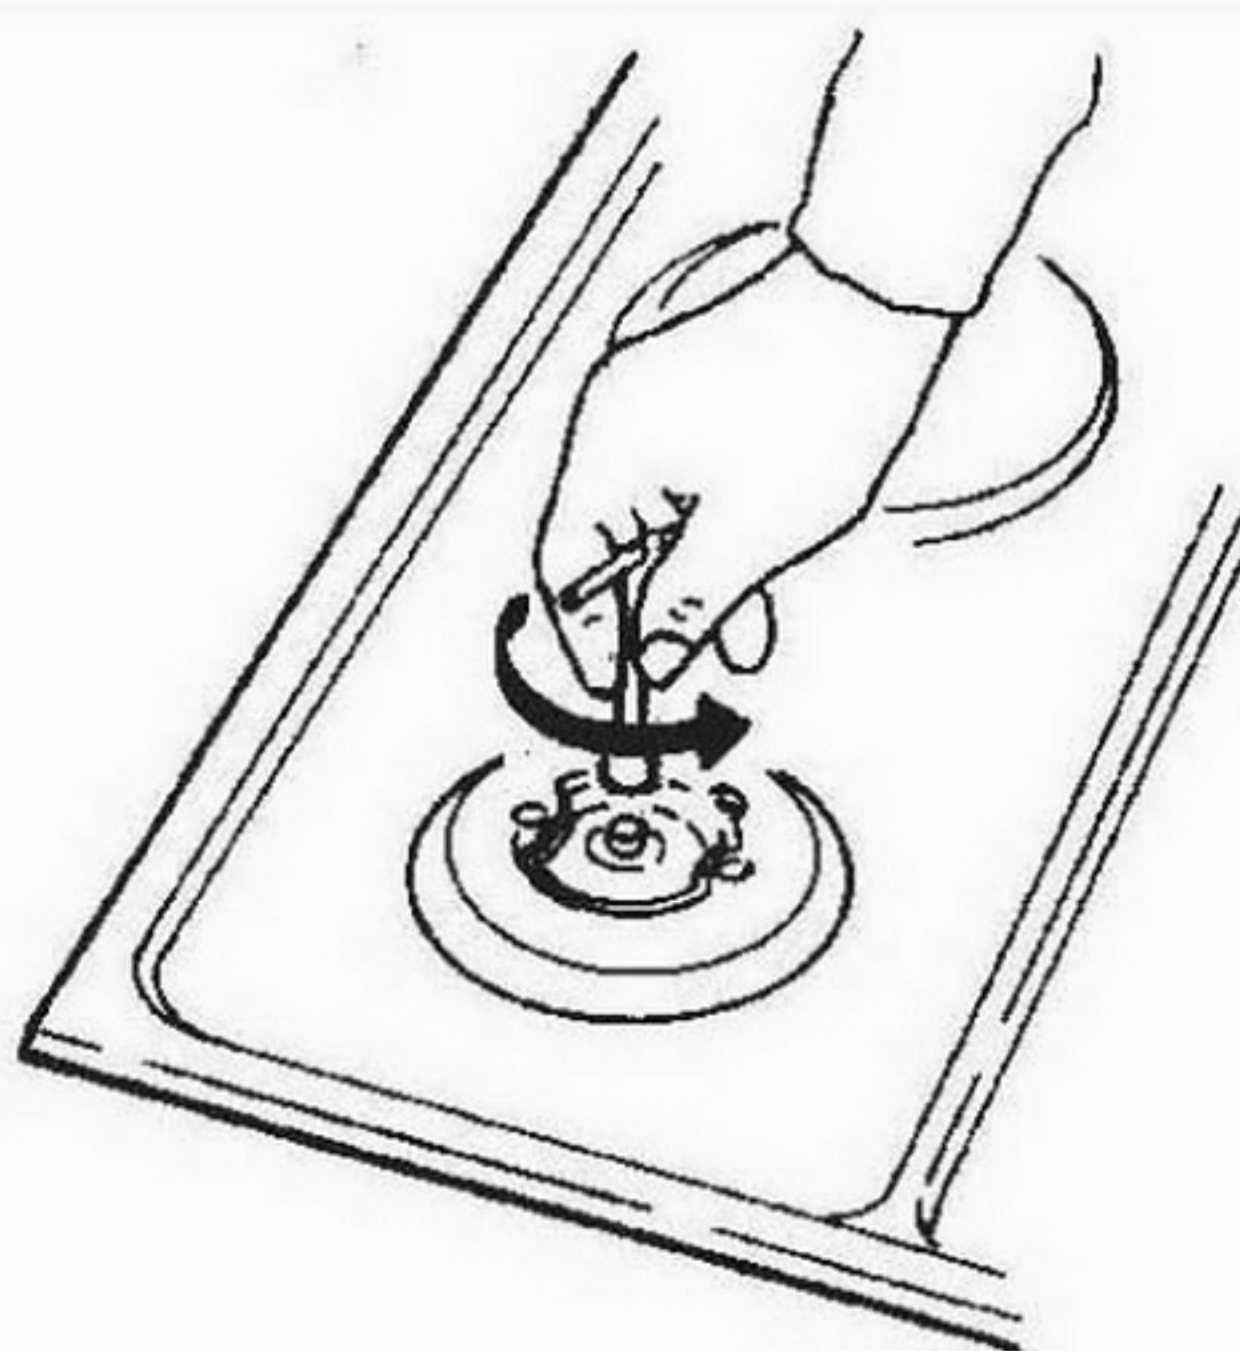

Fig. 7 - Abb. 7 - Afb. 7 - Рис. 7
(Fig. 7) Se l'apparecchiatura risulta predisposta per un diverso tipo di gas da quello di alimentazione disponibile, si deve procedere:
- alla sostituzione degli iniettori (Fig. 7) con i corrispondenti al tipo di gas da utilizzare (vedi tabella "Caratteristiche utilizzatori").
(Fig. 7) Should the appliance be pre-set for a different type of gas than that available, proceed as follows:
- replace the injectors (Fig. 7) with the corresponding type of gas to be used (see table "Uses characteristics").
(Fig. 7) Si l'appareil prévoit un type de gaz différent de celui d'alimentation disponible, on doit procéder:
- à la substitution des injecteurs (Fig. 7) avec ceux correspondants au type de gaz qu'il faut utiliser (voir tableau "Caractéristiques utilisateurs").
(s. Abb. 7) Wenn das Gerät für einen anderen Gastyp als der vorhandene ausgelegt ist, ist folgende Vorgehensweise durchzuführen:
- die Düsen (s. Abb. 7) mit den für den vorhandenen Gastyp bestimmten Düsen (siehe Tab. "Technische Daten") ersetzen;
(Fig. 7) Si el aparato estuviera preparado para un tipo de gas diferente del de la alimentación disponible, hay que efectuar:
- la sustitución de los inyectores (Fig. 7) con los correspondientes al tipo de gas a utilizar (véase tabla "Características utilizadores").
(Afb. 7) Als blijkt dat de apparatuur uitgevoerd is voor een ander type gas dan ter plaatse beschikbaar, dient men:
- de injectoren (Afb. 7) te vervangen door degene die corresponderen met het te gebruiken gas (zie de tabel "Karakteristieken verbruikers").
(Fig. 7) No caso que o aparelho esteja predisposto para um tipo de gás diferente do gás de alimentação que utilizar, deverá proceder da seguinte forma:
- substitua os bicos (Fig. 7) com outros próprios ao tipo de gás que utilizar (veja a tabela relativa às "Características das peças a utilizar");
(Рис. 7) Если варочная панель настроена на тип газа, отличный от имеющегося, следует произвести:
- замену инжекторов (Рис. 7) на соответствующие используемому типу газа (см. таблицу "Технические характеристики").